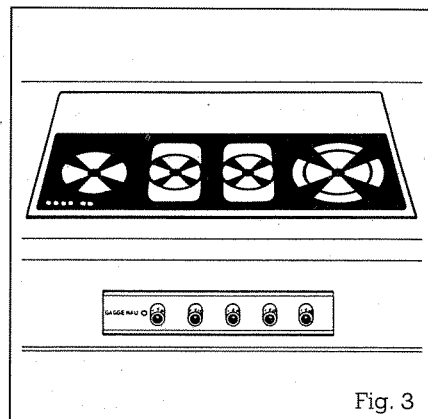

Fig. 3
- Le tableau de commande est conçu pour être installé dans le panneau avant de l'élément bas (Fig. 3).